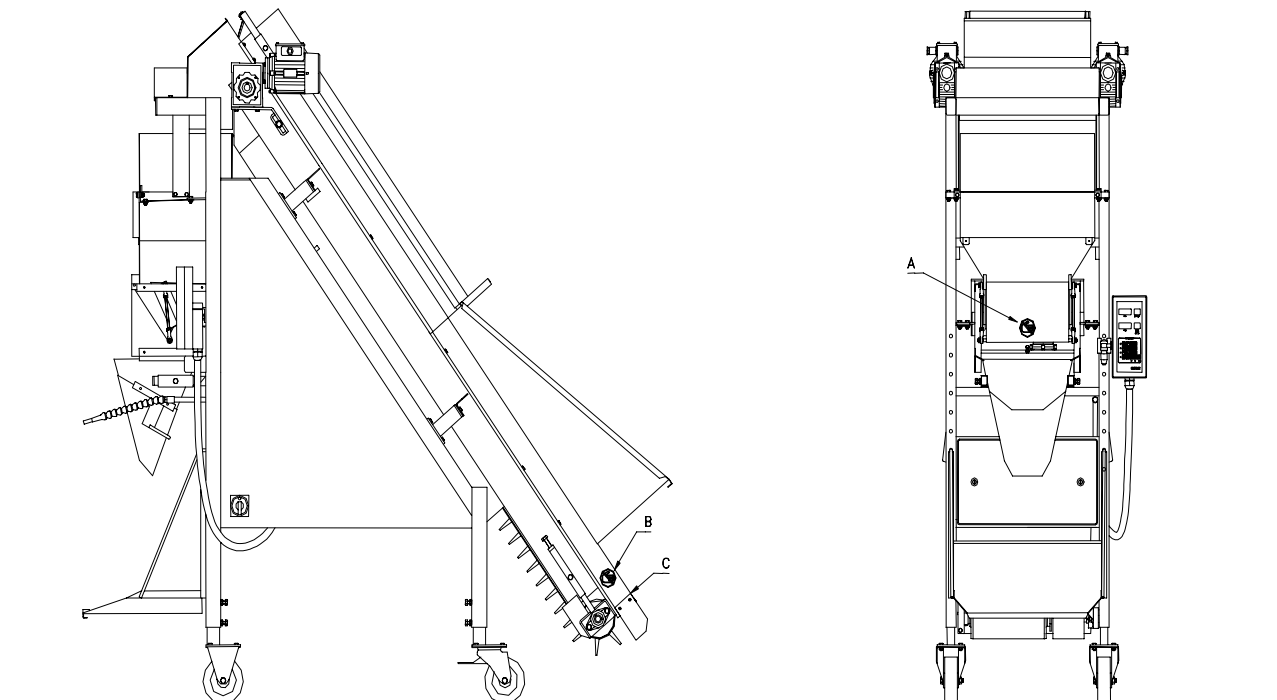

Fig. 2
1. Подсоедините электропитание к машине при помощи кабеля со штепсельной вилкой (машина использует 1 фазу, 240 вольт) (рис. 2). Загорается сигнальная лампочка «выкл» на клавишном пульте.